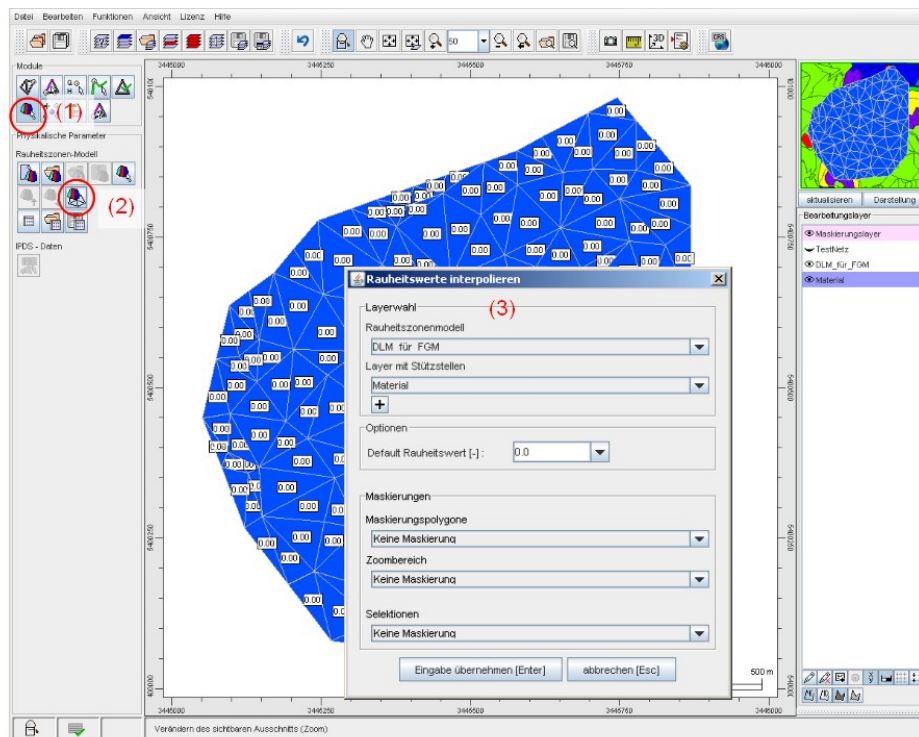

Abbildung 10: Rauheitswerte auf Material-Layer interpolieren.
Wurde nun ein Berechnungsnetz eingeladen und anschließend ein Material-Layer erzeugt (vgl. Kapitel 2.3.1), kann der Material-Layer auf dem Rauheitenlayer (Arc View Shape) interpoliert werden. Innerhalb des Moduls 'Physikalische Parameter' (1) können mit der Funktion 'Rauheitswerte interpolieren' (2), durch Wahl des Rauheitszonenmodells (hier: DLM) und des Material-Layers, die Rauheitswerte durch eine Interpolation übertragen werden (3) (vgl. Abbildung 10).